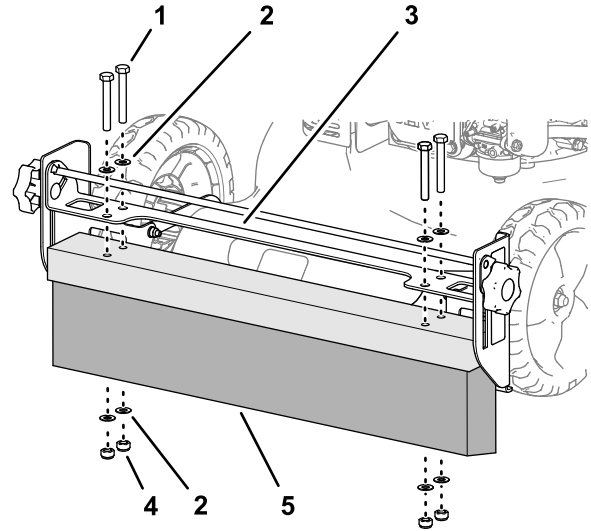

Figura 20
1. Retire los 4 tornillos de caperuza (8 x 60 mm), las 8 arandelas (8 mm) y las 4 contratuercas (8 mm) que fijan el cepillo groomer al soporte de ajuste del cepillo (Figura 20).
2. Alinee los taladros en el nuevo cepillo groomer con los taladros en el soporte de ajuste del cepillo (Figura 20).
3. Monte el cepillo en el soporte (Figura 20) con los 4 tornillos de caperuza (8 x 60 mm), las 8 arandelas (8 mm) y las 4 contratuercas que retiró en el paso 1.